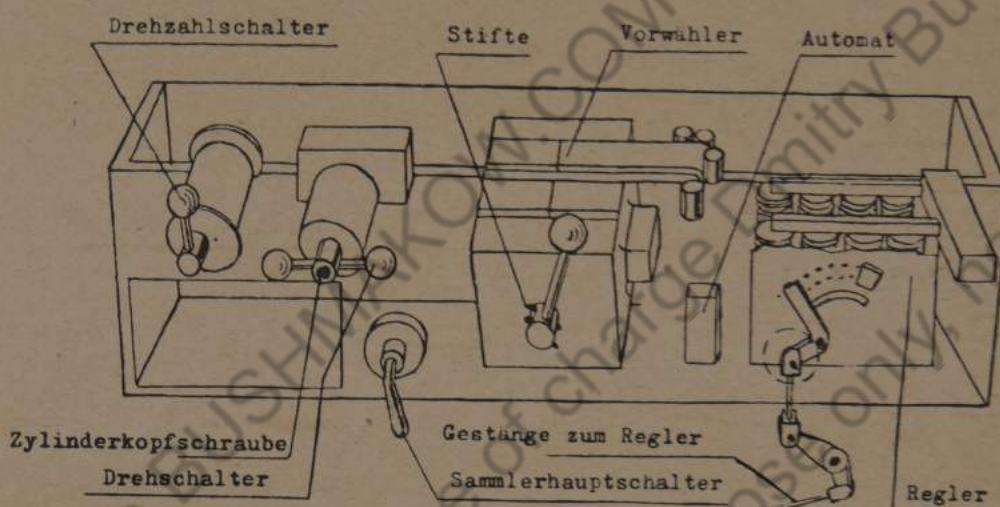

Bild 41 Schaltkasten
Schraube Deckel und Rückwand des Schaltkastens ab. Löse den kleinen Deckel an der Vorderwand, Bild 41.
Löse die vier starken Doppelkabel AGR, FGR und FGL sowie die beiden schwachen Kabel FGL und FGR, Bild 41.
- a) Der Automat am Schaltkasten, Bild 41, hat ausgeschaltet und damit die Fremderregung unterbrochen. Der schwarze Druckknopf am Automat ist herausgesprungen.